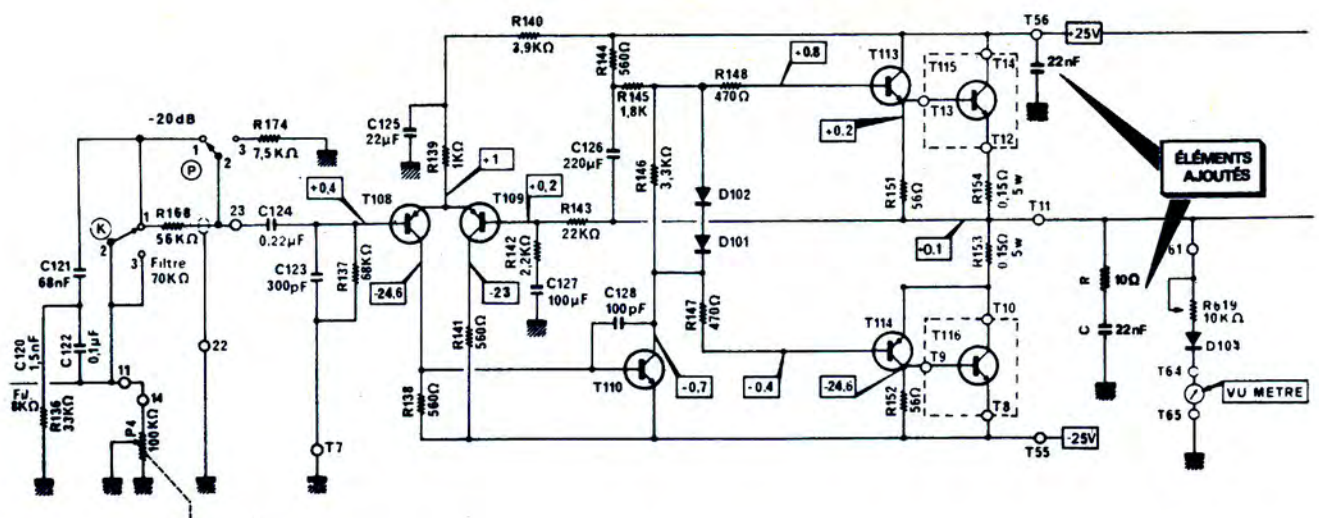

Fig. 1
- une cellule RC constituée d'une résistance de 10Ω et d'un condensateur de $22nF$ a été ajoutée entre la sortie et la masse (Fig. 1).
- un condensateur de $22nF$ a été ajouté entre l'alimentation $+23V$ (repère T56) et la masse (Fig. 1).